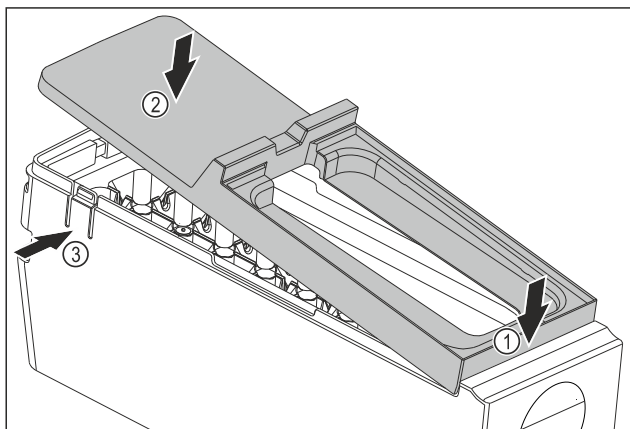

Fig. 191
- Montaż osłony korpusu EasyTwist-Ice: Osłonę założyć od przodu. Fig. 191 (1)
- Opuścić osłonę z tyłu. Fig. 191 (2)
- Osłona zatrzaskuje się słyszalnie w obu nakładkach Fig. 191 (3).